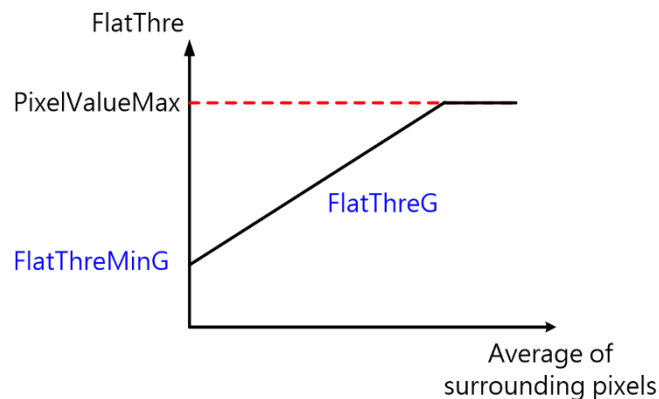

图 5.6: G 通道平坦区临界值的调整示意图
**步骤 2.** 通过调整斜率 **FlatThre[R/G/B]** 以及平坦区临界值 **FlatThreMinG** / **FlatThreMinRB** 来决定平坦区的临界值。以 G 通道平坦区临界值为例子，如 图 5.6 所示，当平坦区临界值 **FlatThreMinG** 设置愈小，愈可以保留图像的边缘信息，当平坦区临界值愈大，愈容易判断为平坦区，导致愈多边缘细节的损失。